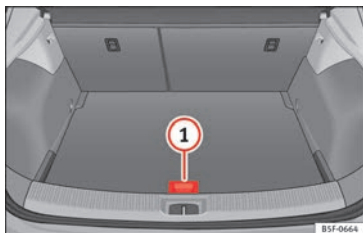

Fig. 183 Coffre à bagages : plancher modulable
- Relevez le plancher modulable à l'aide de la poignée » **fig. 183** ①, tirez-le et poussez-le jusqu'à ce que la partie mobile du plancher repose contre le dossier.